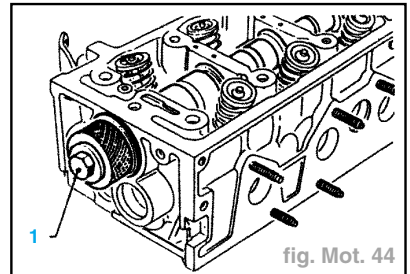

fig. Mot. 44
- Monter le joint d'arbre à cames avec l'outil **4507-TE**. Serrer la vis (1) jusqu'en butée (fig. Mot. 44).